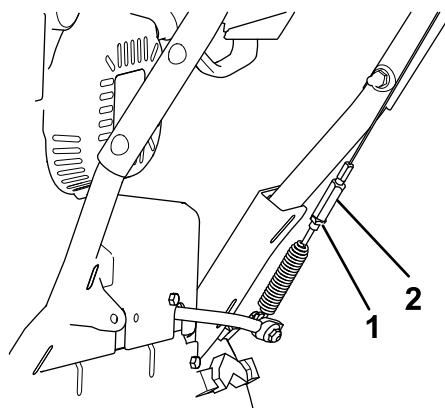

図 32
5. ジャムナットを緩める 図 32。
6. ケーブルの張りを調整するターンバックルを緩めるか、締め付ける 図 32。